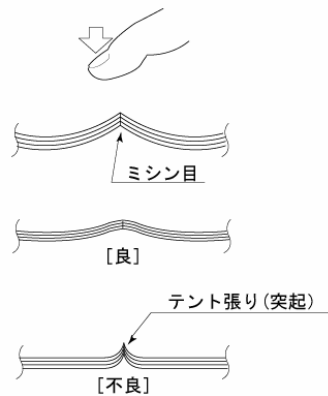

図 2.6.1 折り目ふくらみ限度
- ・ VS-340S/VSP3710B 装置についての折り目にできるふくらみ(テント張り)については、図2.6.1の折り目ふくらみ限度を参照下さい。